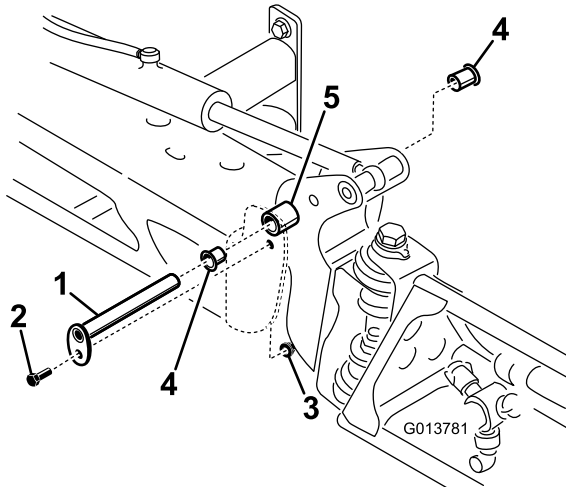

Bild 65
3. Wenn das Gewicht des Auslegers abgestützt ist, nehmen Sie die Schraube und die Mutter ab, mit denen der Lagerbolzen am Ausleger befestigt ist (Bild 65). Nehmen Sie den Lagerbolzen ab.
5. Nehmen Sie die Nylonbüchsen vorne und hinten an der Schwenkhalterung ab und prüfen Sie sie (Bild 65). Ersetzen Sie beschädigte Büchsen.
7. Montieren Sie den Ausleger und die Schwenkhalterung im mittleren Rahmen und richten Sie die Öffnungen aus (Bild 65).